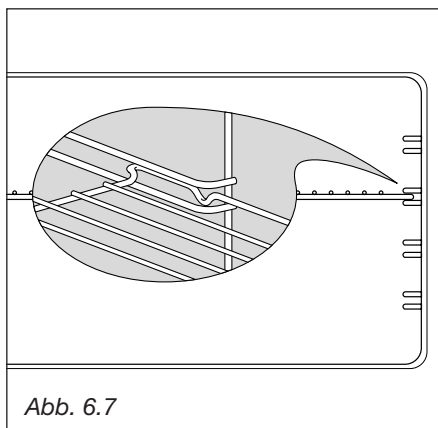

Abb. 6.7
- Führen Sie die Fettpfanne und den Grillrost zwischen die Schienen der Seitenhalterungen ein, wie in Abb. 6.7 dargestellt.